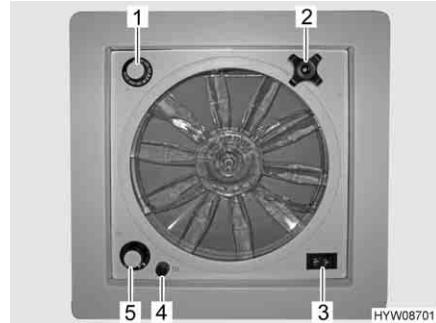

Fig. 40 Oblò con ventilatore
- ▶ Un fusibile da 4 A (Fig. 40,4) protegge da sovraccarico il motore del ventilatore. Se si verifica un sovraccarico: Per prima cosa individuare ed eliminare la causa (ad es. il ventilatore è sporco), poi sostituire il fusibile.
Apertura oblò: ■ Ruotare la maniglia girevole (Fig. 40,2), finché non si raggiunge l'angolo di apertura desiderato.
Aerazione/sfiato: ■ Portare l'interruttore a levetta (Fig. 40,3) su "Aerazione" (flusso d'aria dall'esterno verso l'interno) o "Sfiato" (flusso d'aria dall'interno verso l'esterno).
Spegnimento del ventilatore: ■ Portare l'interruttore a levetta (Fig. 40,3) sulla posizione centrale.
Impostazione della velocità del ventilatore: ■ Posizionare l'interruttore girevole (Fig. 40,5) sul grado desiderato:
Impostazione della temperatura: ■ Ruotare il termostato (Fig. 40,1) fino alla battuta in direzione "blu".
Sostituzione del fusibile: ■ Ruotare il cappuccio nero (Fig. 40,4) di un quarto di giro in senso antiorario.